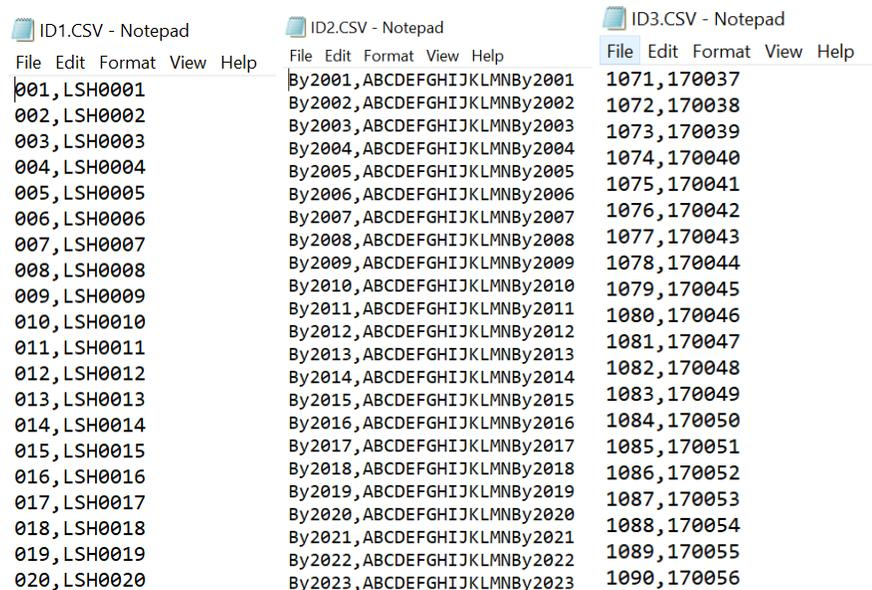

Abbildung 3-45: ID-Musterdateien
- Beachten Sie, dass diese ID-Dateien sowohl ID-Index als auch ID-Beschreibungen enthalten müssen ID1, ID2 und ID3 benannt werden und im .csv-Format gespeichert sind (siehe Abbildung 3-45).